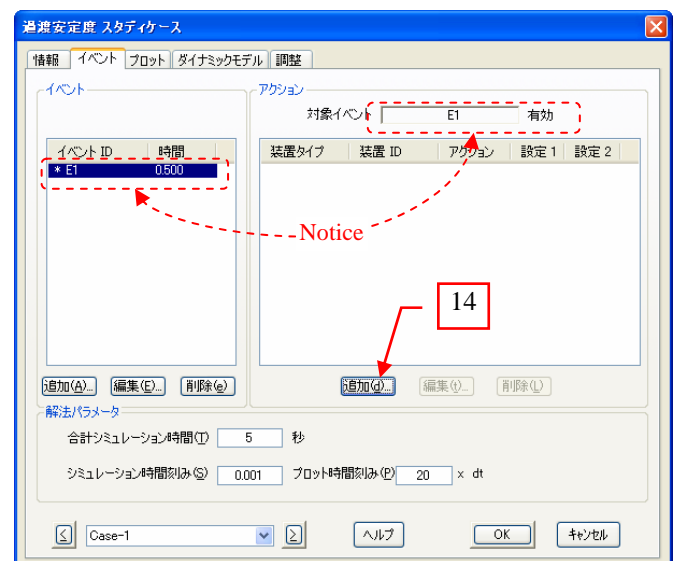

図 9
14. イベント ID “E1” をアクティブ(選択)にし、“イベント” ダイアログボックスの “アクション” のページの “追加” ボタンをクリックすると “アクションエディター” ダイアログボックスが表示されます。 図 9 参照